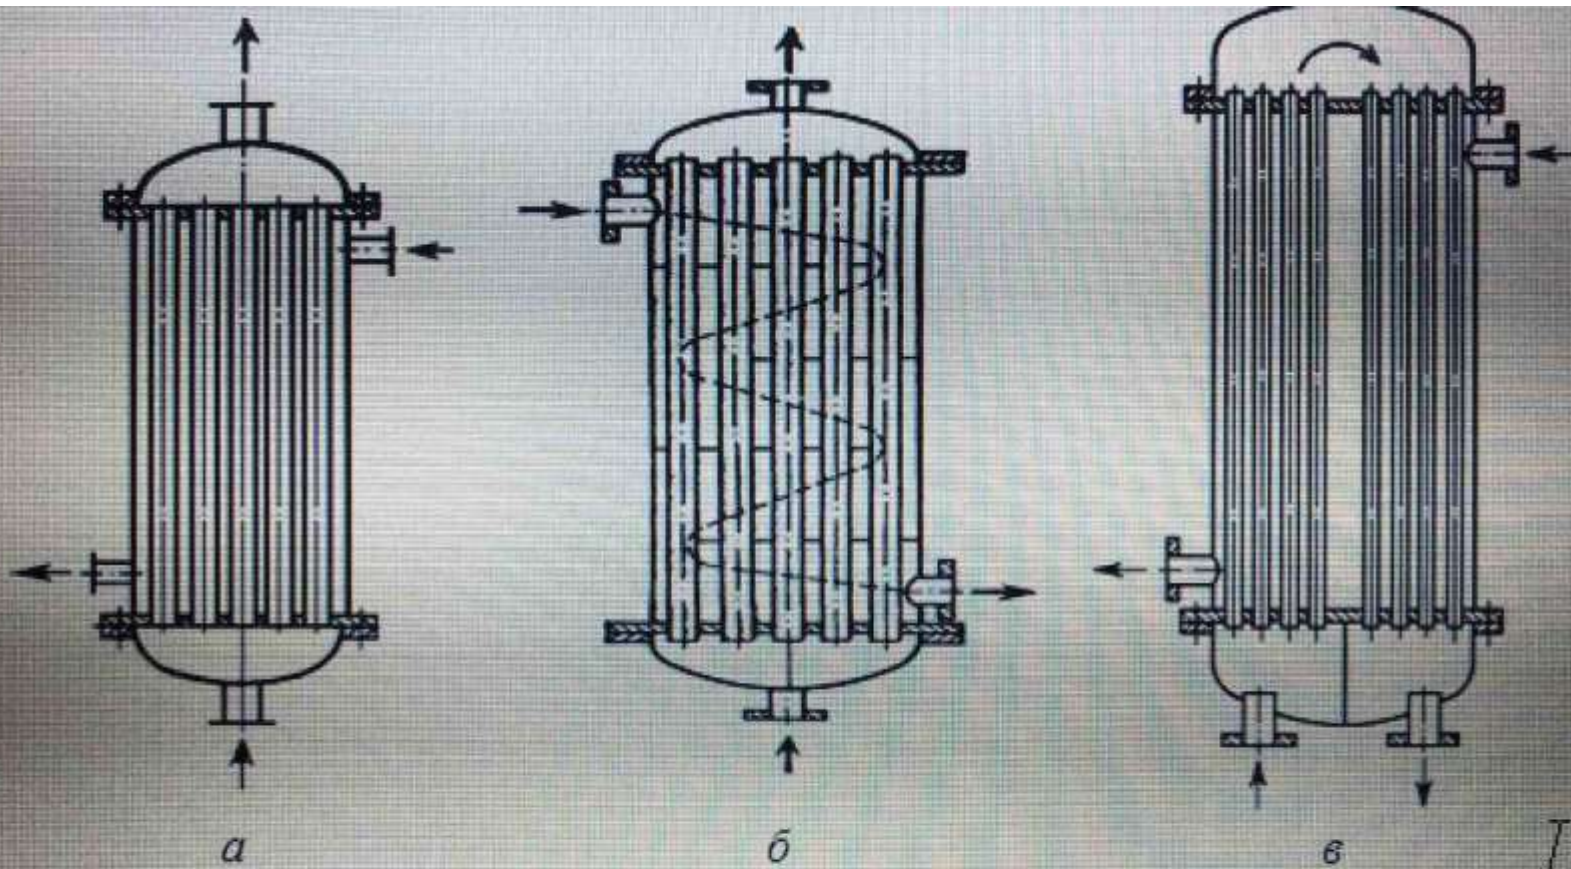

Рис. 34. Різні типи кожухотрубчастих теплообмінників:
- ТН - кожухотрубчасті теплообмінники з нерухомими привареними решітками, вертикальні або горизонтальні, одно- або багатходові (рис. 34). Використовуються при невеликій різниці температур між кожухом та пучком труб;